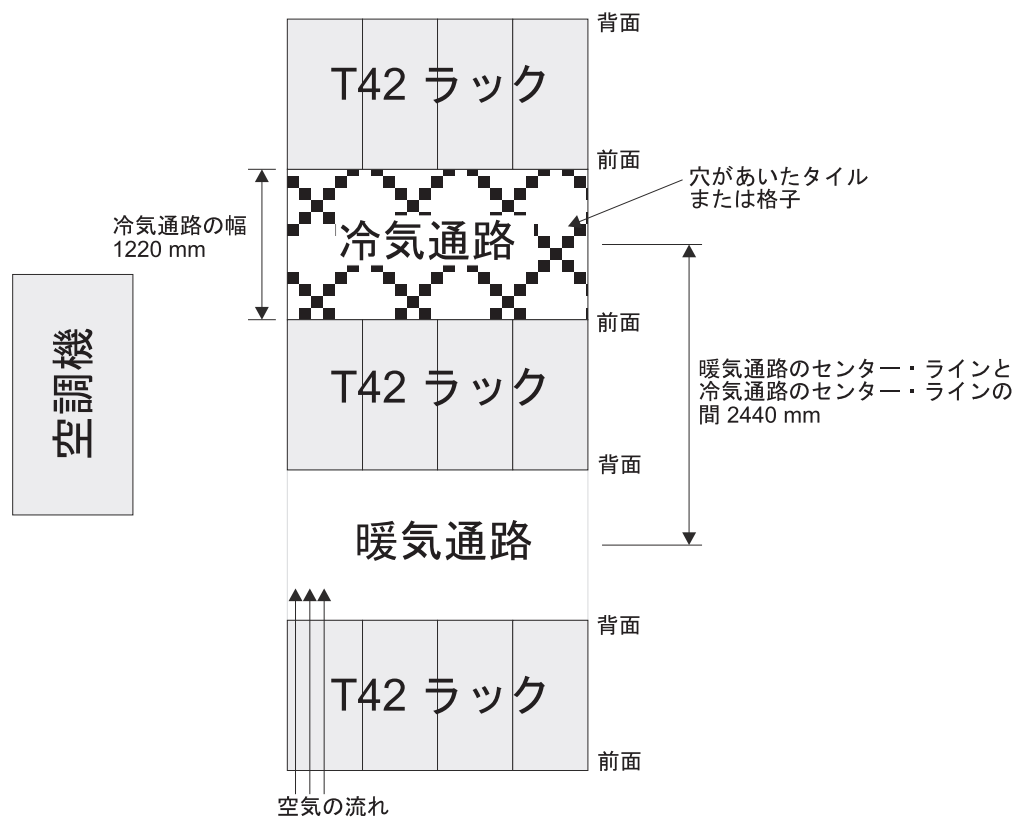

図 15. 冷氣通路/暖気通路ラック構成の例
- 空気はラックの前面から入り、背面から出るようにすること。ラックから出る空気が、別の装置の取り入れ口に入らないようにするために、ラックを、背面と背面、あるいは前面と前面を合わせるようにして交互の列に配置する必要があります。この配置方法は**冷氣通路**と**暖気通路**と呼ばれ、31 ページの図 15 にその図を示しました。